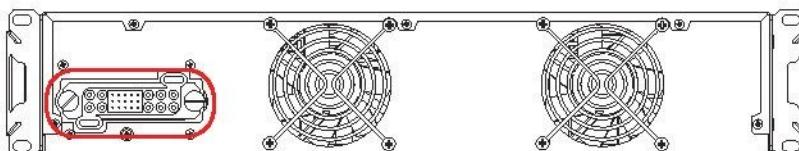

Рисунок 21. Силовой модуль. Вилка DJL-25T
3. Вставить силовой модуль до упора и убедиться, что вилка DJL-25T силового модуля (**рисунок 21**) совместились с розеткой DJL-25Z стабилизатора.